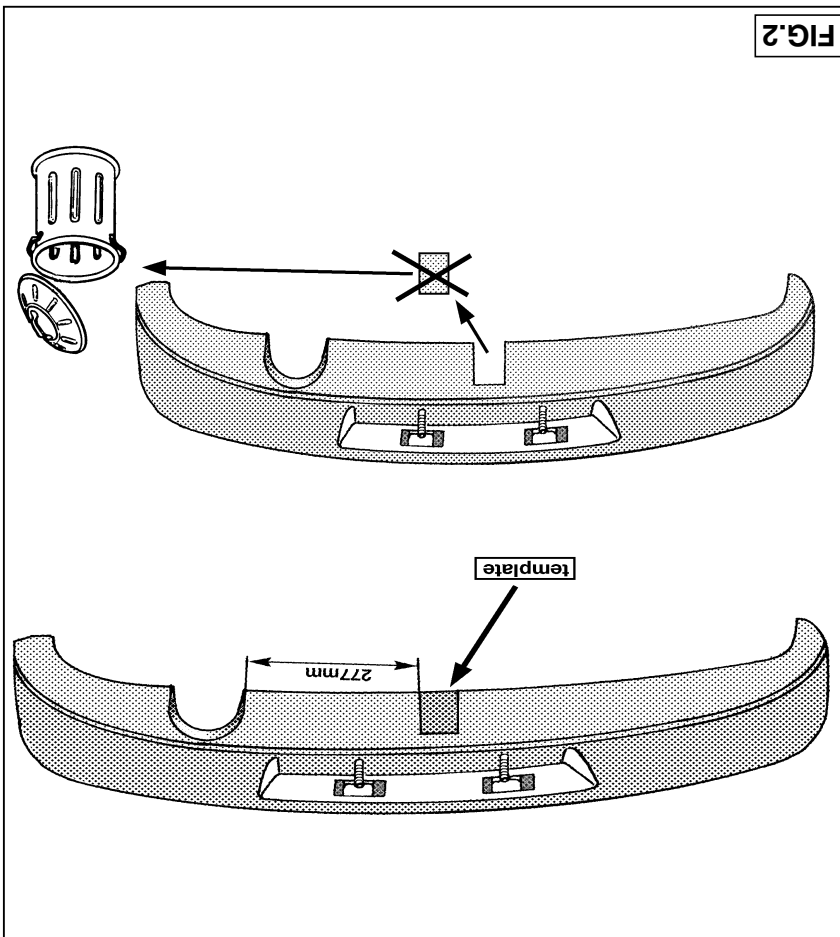
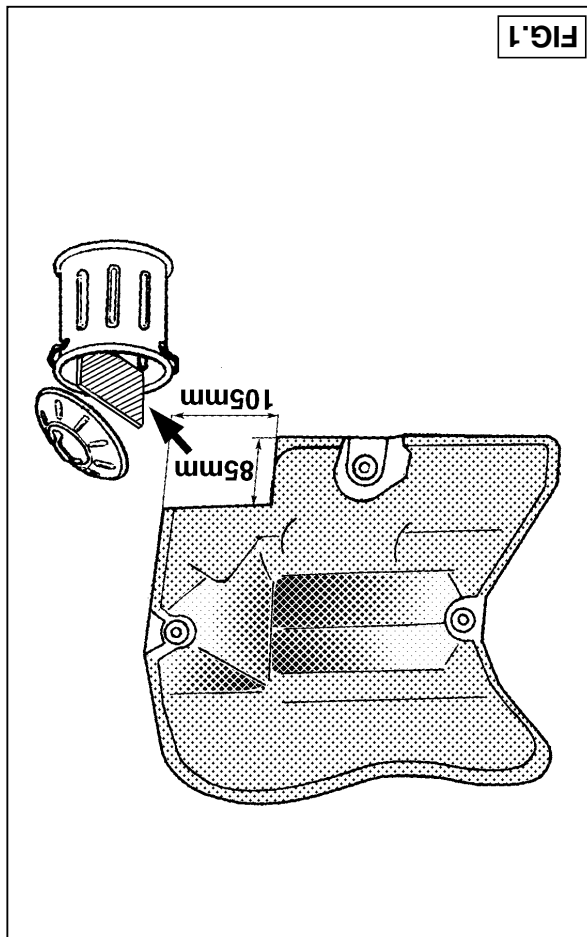

FIG. 2
FIG. 1
1. Remove the covering from the boot floor and remove the left panel from the boot. Lower and remove the spare wheel. Remove the exhaust from the rearmost rubber mount and remove the heatshield. Cut the indicated section out of the heatshield as shown in fig.1. Cut out the template and place this on the underside of the bumper, as shown in fig. 2. Then saw out the indicated part.
3. Place the bolts, spacers and back plates as shown in the sketch. Fit the M10x80 bolts (8.8) with  $\phi 17.2 \times 2.9$  L=48mm spacers at points A and B. Place the tow bar and attach using four M10 self-locking nuts (8) with  $\phi 25 \times 10.5 \times 4$  flat washers. Place the ball hitch assembly between the ball plates and fasten it with one M10x80 (10.9) bolt and one M10x90 (10.9) bolt along with the socket plate, flat washers and self-locking nuts (10). Place the socket plate in the proper position in relation to the bumper. Position the ball in the centre before tightening all the nuts to the values listed in the table.
1. Die Bodenmatten und die linke Seitenverkleidung aus dem Kofferraum entfernen. Das Ersatzrad herablassen und entfernen. Den Auspuff aus der letzten Gummiauflage heraushängen und das Hitzeschild entfernen. Gemäß Fig. 1 das angegebene Teil aus dem Hitzeschild schneiden. Die Schablone ausschneiden und gemäß Fig. 2 auf die Unterseite der Stoßstange legen. Danach das angegebene Stück heraussägen.
3. Die Schrauben, Distanzhülsen und Gegenplatten gemäß der Skizze anbringen. Bei den Punkten A und B die M10x80-Schrauben (8) einschließl. der Distanzhülsen (ø17,2x2,9 L=48 mm) anbringen. Die Kupplungskugel mit Halterung anlegen und mit Hilfe von vier selbstschneidenden M10-Muttern (8) einschließl. Unterlegscheiben (ø25x10,5x4) befestigen. Das Kugelssystem zwischen den Kugelplatten anbringen und mit Hilfe einer M10x80-Schraube (10,9) und einer M10x90-Schraube (10,9) einschließl. Steckplatte, Unterlegscheiben und selbstschneidenden Muttern (10) befestigen. Die Steckplatte hinsichtlich der Stoßstange in die richtige Lage bringen. Die Kugel in der Mitte platzieren und danach alle Muttern gemäß den Angaben in der
- Oter le revêtement de sol du coffre et retirer le panneau gauche à l'intérieur du coffre. Laisser descendre la roue de secours et la retirer. Décrocher l'échappement du dernier caoutchouc de suspension et démonter le bouclier thermique. Découper conformément à la figure 1 la partie du bouclier thermique indiquée. Découper le gabarit et le positionner, conformément à la fig.2, sur la partie inférieure du pare-chocs. Scier ensuite la partie indiquée.
- Positionner les boulons, les entretoises et les contre-plaques conformément au croquis. Positionner à l'emplacement des points A et B les boulons M10x80 (8.8) y compris les entretoises  $\varnothing 17,2 \times 2,9$  L=48 mm. Positionner l'attache-remorque et la fixer à l'aide de quatre écrous M10 (8) autoverrouillants y compris les rondelles de blocage  $\varnothing 25 \times 10,5 \times 4$ . Positionner le système à rotule entre les plaques à rotule et le fixer à l'aide d'un boulon M10x80 (10.9) et un boulon M10x90 (10.9), y compris la prise électrique, les rondelles de blocage et les écrous autobloquants (10). Monter la prise électrique à l'emplacement du pare-chocs dans la position correcte. Centrer la rotule puis serrer tous les écrous conformément au tableau.
panelen i bagageutrymmet. Sänk reservhjul och ta bort den. Ta loss avgasöret från dess bakre stöthänghängsordning och demontera värmeskölden. Klipp den i figur 1 markerade delen ur värmeskölden. Klipp ut schablonen och placera den på stötfångarens undersida enligt fig. 2. Säg sedan ut den markerade delen.
- Fjern tæppet fra bunden i bagagerummet og tag det venstre sidepanel af. Sænk reservehjulet et stykke og fjern det. Tag udstødningen ud af det yderste ophæng og demonter varmeskjoldet. Klip den i fig.1 afmærkede del ud af varmeskjoldet. Klip skabelonen ud og anbring den på undersiden af kofangeren ifølge fig.2. Sav dernæst det afmærkede stykke af.
- Anbring boltene, afstandsørene og spændpladerne ifølge tegningen. Anbring boltene M10x80 (8.8) i hullerne A og B, inkl. afstandsørene  $\varnothing 17.2 \times 2.9$  L=48 mm. Anbring anhængertrækket og monter det med fire selvslående møtrikker M10 (8), inkl. planskiver  $\varnothing 25 \times 10.5 \times 4$ . Anbring kuglesystemet mellem kuglepladerne og monter dette med én bolt M10x80 (10.9) og én bolt M10x90 (10.9) inklusiv dækplade til stikdåse, planskiver og selvslående møtrikker (10). Placer dækpladen til stikdåsen i den rette position i forhold til kofangeren. Anbring kuglen i midten og spænd derefter alle møtrikker fast ifølge tabellen.
- Retirar el revestimiento del suelo del maletero, retirar del maletero el panel izquierdo. Bajar la rueda de repuesto y retirarla. Sacar el tubo de escape de la última goma de suspensión y desmontar el escudo térmico. Recortar de acuerdo con la fig. 1 la parte indicada del escudo térmico. Recortar la plantilla y situarla de acuerdo con la fig.2 en el lado inferior del parachoques. Luego serrar la parte indicada.
- Colocar los tornillos, tubos distanciadores y contraplacas según el croquis. Colocar a la altura de los puntos A y B los tornillos M10x80 (8.8) inclusive los tubos distanciadores  $\varnothing 17.2 \times 2.9$  L=48mm. Colocar el gancho de remolque y fijarlo por medio de cuatro tuercas de seguridad M10 (8) inclusive arandelas planas  $\varnothing 25 \times 10.5 \times 4$ . Colocar el sistema de la bola entre las placas de la bola y fijarlo por medio de un tornillo M10x80 (10.9) y un tornillo M10x90 (10.9) inclusive placa enchufe, arandelas planas y tuercas de seguridad (10). Situar la placa enchufe en la posición correcta con respecto al parachoques. Ajustar la bola en el centro y luego apretar todas las tuercas de acuerdo con la tabla.